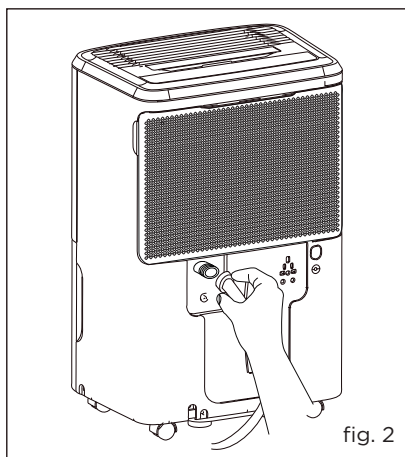

fig. 2
- c. Insérez l'extrémité fileté femelle du tuyau dans le connecteur de purge de l'unité. (fig. 2)